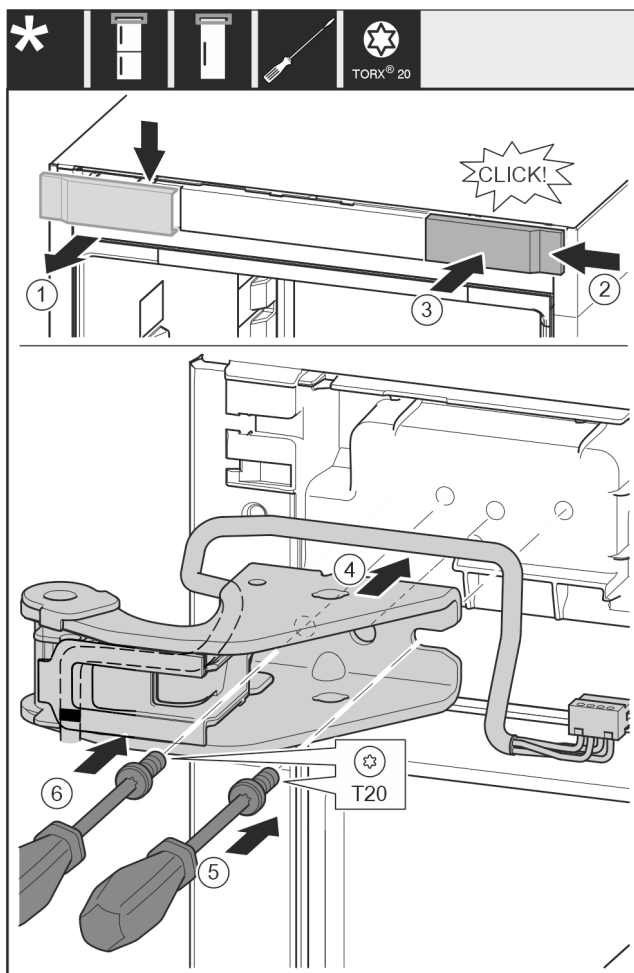

Fig. 20
- ▶ Ta av dekselet ovenfra og fremover. Fig. 20 (1)
- ▶ Monter dekselet fra høyre, dreid 180°, på den andre siden. Fig. 20 (2)
- ▶ La dekselet klikke på plass. Fig. 20 (3)
- ▶ Sett på den øvre lagerbukken. Fig. 20 (4)
- ▶ Sett skruen på og skru den fast med skrutrekker T20. Fig. 20 (5)
- ▶ Sett skruen på og skru den fast med skrutrekker T20. Fig. 20 (6)